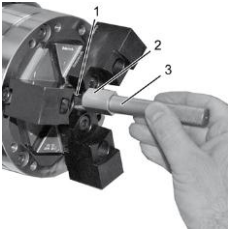

Fig. 20
10. Vissez la douille de précontrainte [Fig. 20/2] sur la poignée auxiliaire [Fig. 20/3] et guidez-la dans l'alésage de serrage central [Fig. 20/1].